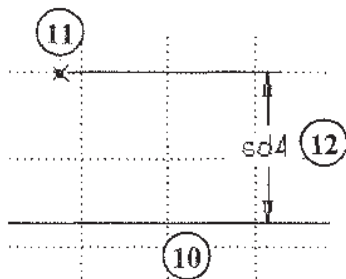

Рис. 2.35. Четвертый пример простановки линейных размеров
На рис. 2.35 — четвертый пример простановки линейного размера: левой кнопкой мыши выбирается отрезок (10), вершина (11), средней — место расположения символа размера (12).